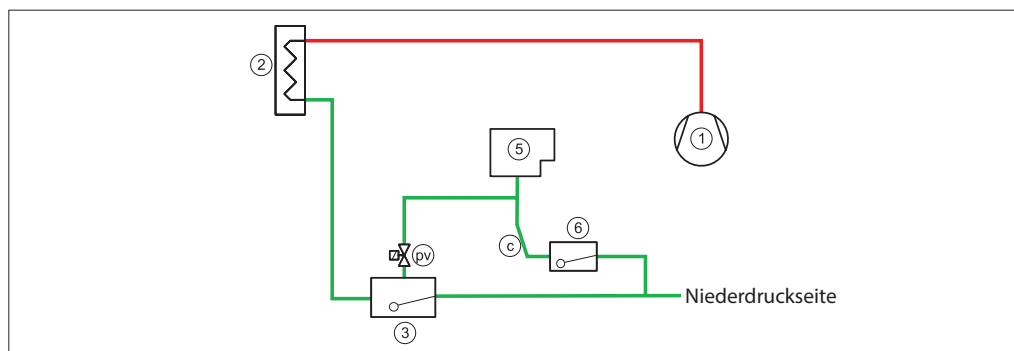

Abb. 8 Entlüfteranschlüsse (pv). Die Ablassleitungen (c) müssen vertikal/mit Abwärtsgefälle verlegt sein.
Bei Systemen mit hochdruckseitiger Flüssigkeitsstandsregelung sammelt sich die Luft im Schwimmerventil (3). (Siehe Abb. 8).